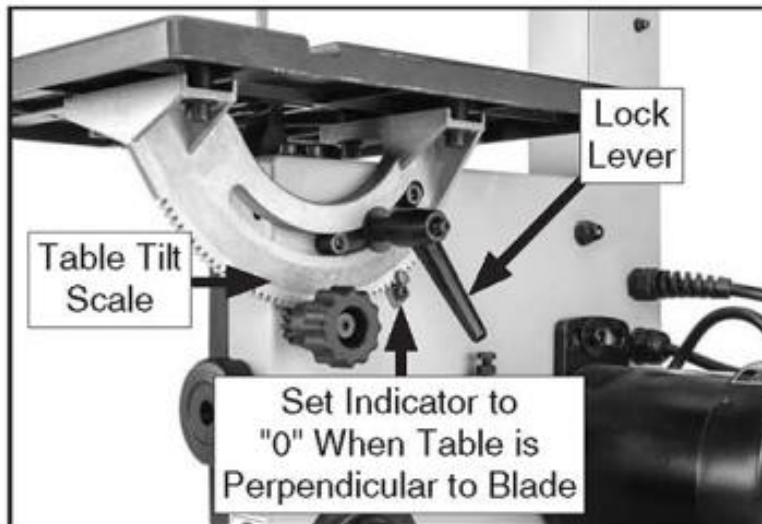

Рис. 15. Элементы управления наклоном рабочего стола.
9. С помощью фиксирующего рычага и шайбы диаметром 8 мм закрепите стол перпендикулярно пильному полотну, затем установите индикатор шкалы на "0" на шкале наклона стола и затяните винт (см. рис. 15).